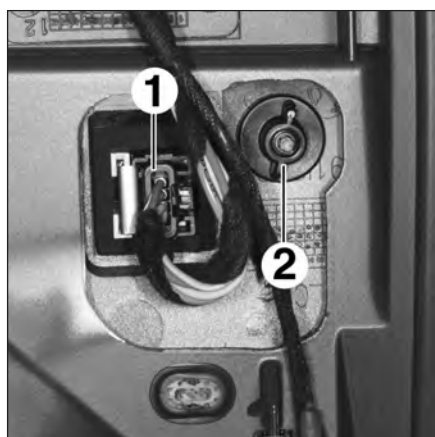

FIG.135
- Débrancher le connecteur (2) (Fig.135).
- l'écrou papillon (3),